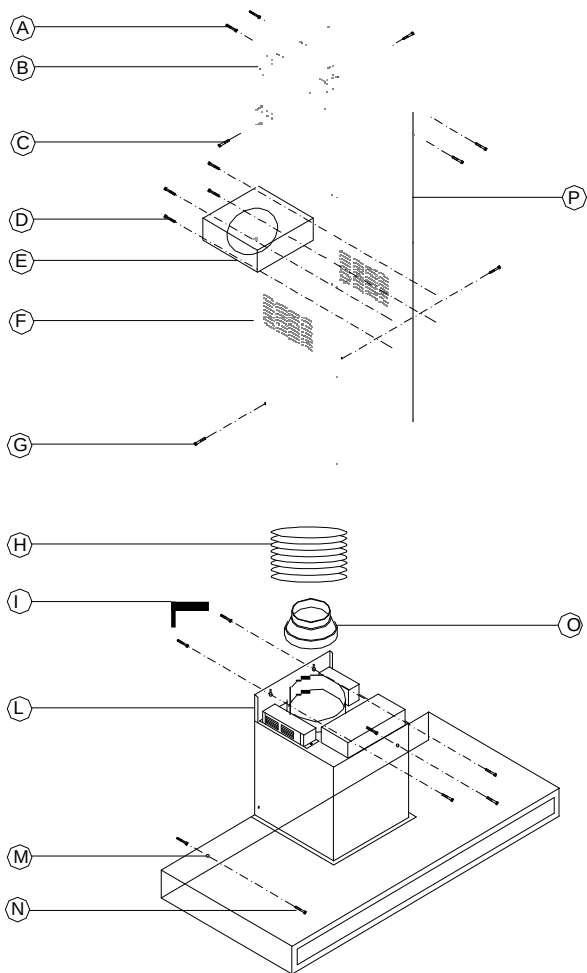

Fig.5
- 2) Fissare la cappa al muro (Fig. 5/L) utilizzando le due viti e i due tasselli in dotazione (Fig. 5/L).
- 3) Montare il raccordo di riduzione 4"47/64 – 5"29/32 (120/150mm) (Fig.5 O) qualora il tubo di scarico fosse 5" 59/64 (Ø125mm)
- 4) Fissare con due viti e due tasselli (Fig.5/N) il corpo della cappa nella parte inferiore della stessa (Fig.5/M).
Utilizzare preferibilmente un tubo 5"29/32 (Ø150mm) oppure 5" 59/64 (Ø125mm) possibilmente flessibile (Fig.5/H) e fermarlo con una fascetta stringi tubo. Collegare il tubo di evacuazione alla condotta esterna e fissarlo con una fascetta stringi tubo. Non montare i filtri a carbone attivo.
Fissare la staffa ancoraggio a parete(Fig.5/B) all'altezza desiderata utilizzando tasselli e viti in dotazione(Fig. 5/A).
Infilare il tubo telescopico superiore(Fig.5/P) all'interno del tubo telescopico inferiore(Fig.5/F). Posizionare il tubo telescopico inferiore sul corpo cappa. Sollevare verso l'alto il tubo telescopico superiore e fissarlo alla staffa utilizzando le viti in dotazione (Fig.5/C). Fissare il tubo telescopico inferiore al corpo della cappa (Fig.5/G).
Montare il raccordo T(Fig.5/E) nel tubo telescopico inferiore con le viti in dotazione(Fig.5/D)